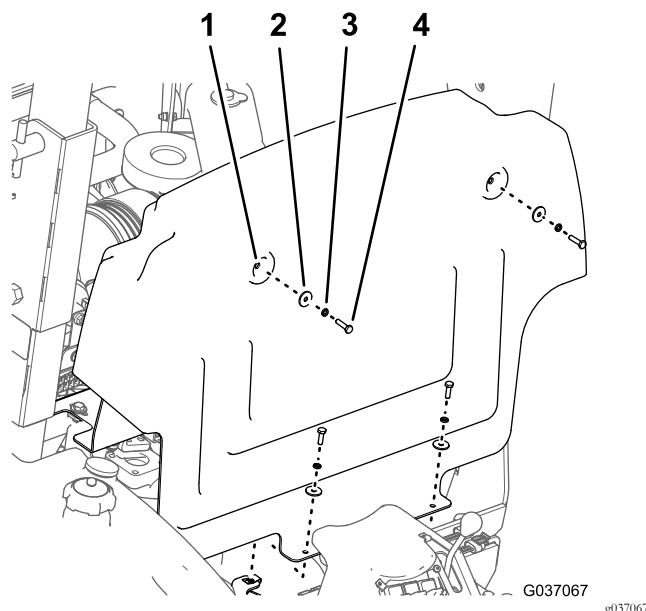

Figure 6
1. Retirez les 4 boulons (6 x 25 mm), les 4 rondelles frein (6 mm) et les 4 rondelles plates (6 mm) qui fixent le tablier au châssis de la machine (Figure 6).
2. Déplacez le tablier vers le haut et l'avant pour le déposer de la machine (Figure 6).
1. Alignez les 4 trous du tablier et les 4 écrous à clip situés sur le châssis ; voir la Figure 6 sous Dépose du tablier \(page 3\).
2. Fixez le tablier au châssis de la machine à l'aide des 4 boulons, 4 rondelles frein et 4 rondelles plates ; voir la Figure 6 sous Dépose du tablier \(page 3\).